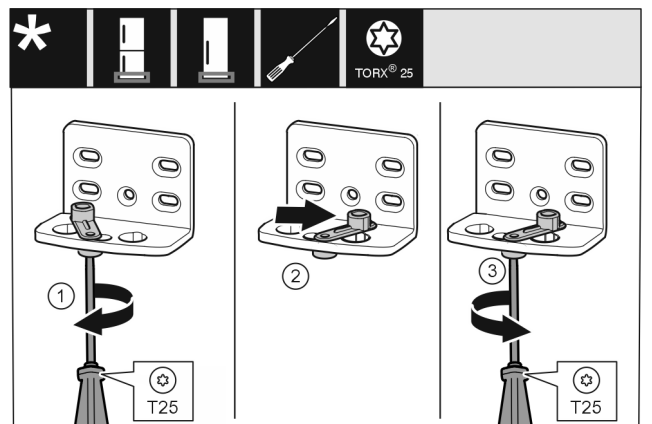

Fig. 16
- Ruuvaa ruuvit löysälle T25-ruuvimeisselillä. Fig. 16 (1)
- Nosta oven suljinta ja kierrä sitä reiässä 90° oikealle. Fig. 16 (2)
- Kiristä ruuvi T25-ruuvimeisselillä. Fig. 16 (3)